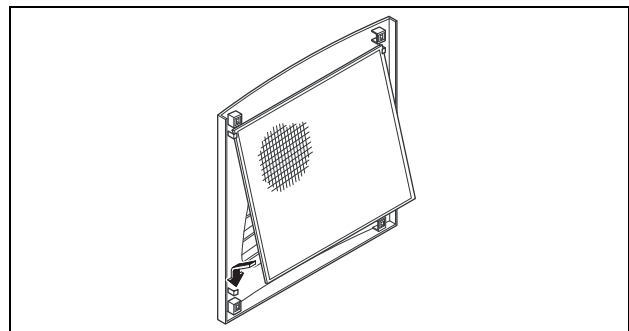

Abb. 26: Filtermatte einbauen
- Legen Sie die Filtermatte wie in Abb. 26 gezeigt in das Lamellengitter ein und drücken Sie es wieder auf das Gehäuse.